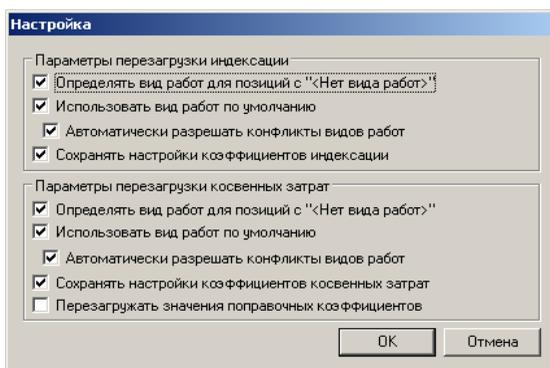

Рис. 4.8 Настройки перезагрузки индексов и косвенных затрат.
- При нажатии на кнопку «Настройка...» открывается меню «Настройка» (Рис. 4.8), в котором задаются следующие параметры подбора индексов и косвенных затрат при пересчете формы: